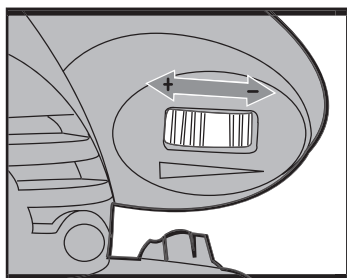

Fig 2
Réglez le cadran de réglage (3) pour augmenter ou diminuer la vitesse (se référer à la Figure 2) selon le matériau à poncer et les spécifications de la bande de ponçage utilisée (peut aussi se régler à vide) Pour une aide générale sur le choix de la vitesse, référez-vous au tableau 1 ci-après. Évitez toute utilisation prolongée à faible vitesse car cela pourrait endommager le moteur de la ponceuse.